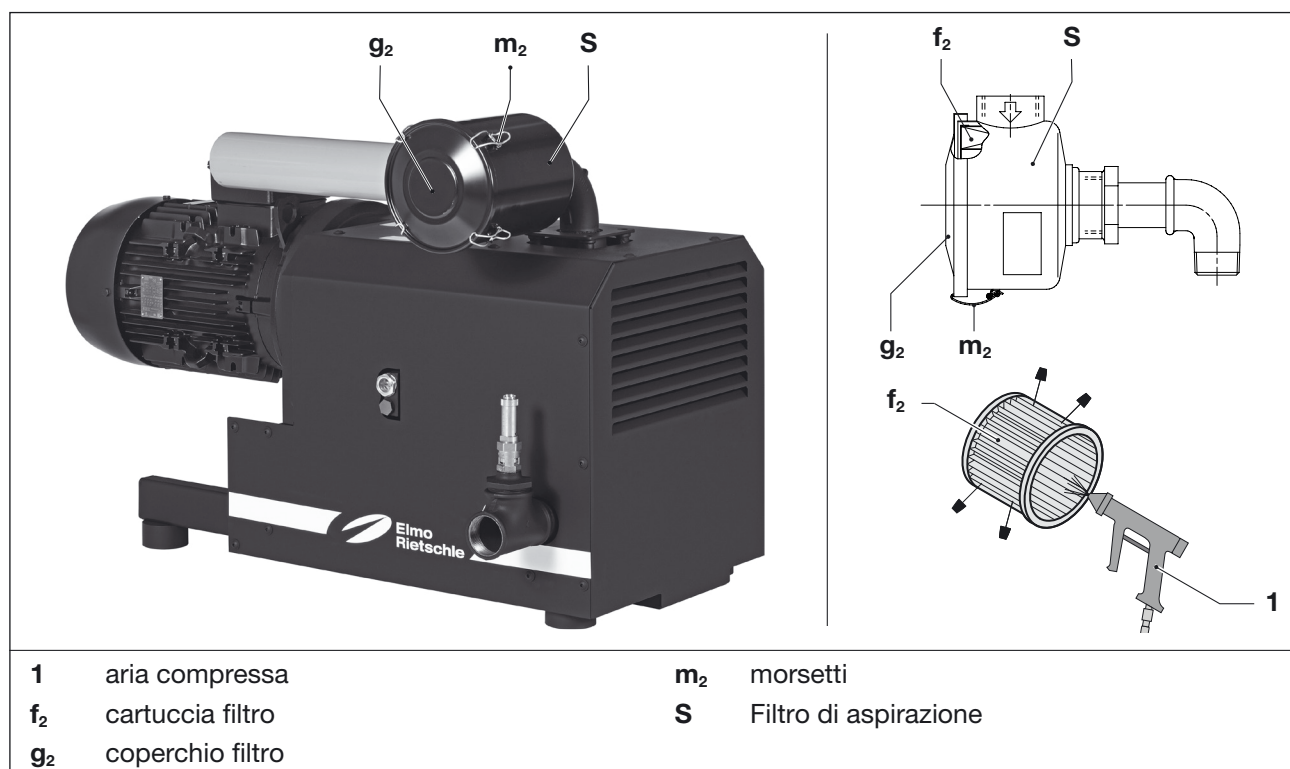

Fig. 8 Filtro di aspirazione
- Allentare i morsetti (Fig. 8/m₂) sul coperchio del filtro (Fig. 8/g₂).
- Rimuovere la cartuccia filtro (Fig. 8/f₂) dal filtro e pulirla o sostituirla.
- Rimettere la cartuccia filtro nel filtro e fissare il coperchio del filtro (Fig. 8/g₂) con i morsetti (Fig. 8/m₂).